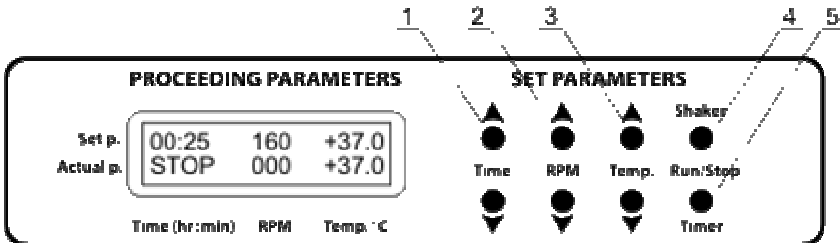

Fig.2 Pannello di controllo
- 4.3. **Impostazione del tempo (Time)**. Utilizzando i tasti **Time** [tempo] ▲ e ▼ (Fig. 2/1), impostare l'intervallo di tempo operativo desiderato in ore e minuti (incremento di 1 minuto). Per aumentare l'incremento, tenere premuto il tasto per più di 3 secondi.
- 4.4. **Impostazione della velocità (RPM)**. Utilizzando i tasti ▲ e ▼ **RPM** (Fig. 2/2), impostare la velocità di agitazione desiderata (incremento di 10 rpm). Per aumentare l'incremento, tenere premuto il tasto per più di 3 secondi.
- 4.5. **Impostazione della temperatura (Temp.°C)**. Utilizzando i tasti **Temp.** ▲ e ▼ (Fig. 2/3), impostare la temperatura desiderata (incremento di 0,1 °C). Per aumentare l'incremento, tenere premuto il tasto per più di 3 secondi.
- 4.7. Premere il tasto **Shaker-Run/Stop** [Agitatore-avvio/arresto] (Fig. 2/4). La piattaforma comincerà a ruotare e il timer comincerà a contare l'intervallo di tempo (precisione di 1 minuto).
Al termine del tempo impostato, il movimento della piattaforma si arresta automaticamente, ma il riscaldamento può essere interrotto SOLO manualmente riducendo la temperatura utilizzando il tasto ▼ **Temp.** (Fig. 2/3 - tasto in basso) finché nella linea superiore del display compare l'indicazione OFF.
- 4.10. Se necessario, è possibile reimpostare il timer durante l'operazione. Premere due volte il tasto **Timer-Run/Stop** [Timer-avvio/arresto] (Fig. 2/5) (la prima volta per spegnere il timer, la seconda per riavviarlo).